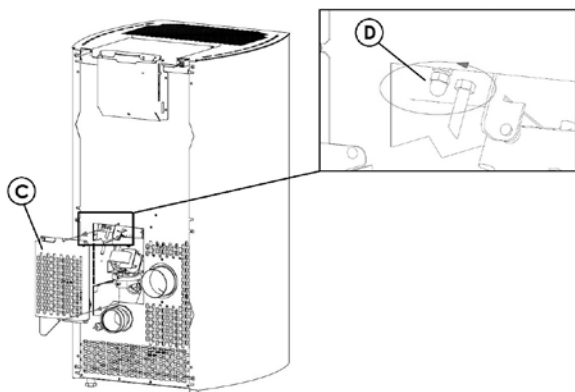

Fig. 76 - Carter verwijderen
- Verwijder de inspectiecarter "C" aan de rugzijde van de carter (zie **Fig. 76**).